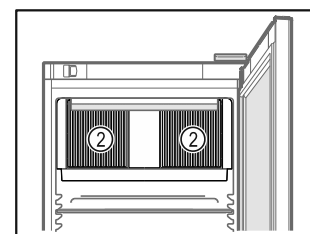

Fig. 61
- ❑ Ventilatiesleuf Fig. 61 (2) van de ventilator in de binnenruimte vrijhouden.